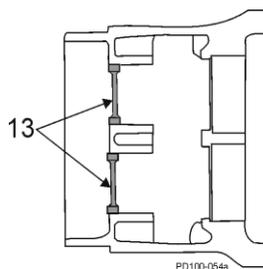

Figure 45 - Retrait des garnitures d'étanchéité à l'huile arrière
- Retirez les deux garniture d'étanchéité à l'huile arrière du carter d'engrenage en appuyant dessus et mettez-les au rebut (figure 45, élément 13).